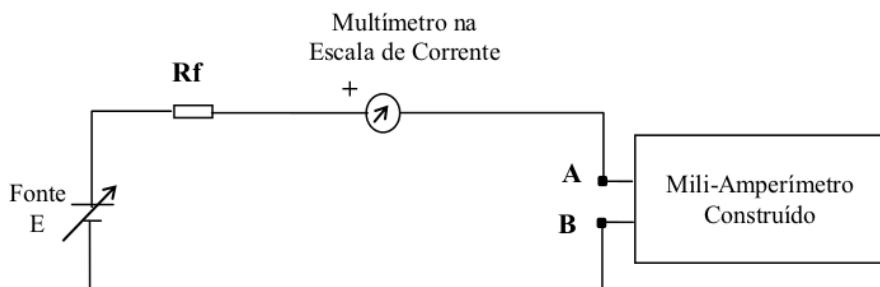

Figura 11: Montagem para aferição do miliamperímetro construído.
3. Acople-o a uma fonte por meio de uma resistência  $R_f$  (sugestão:  $R_f = 100\Omega$ ), de forma a obterem-se correntes de 0 a 100 mA, seguindo o ilustrado na figura 11 (note-se a presença do multímetro comercial na escala de corrente).